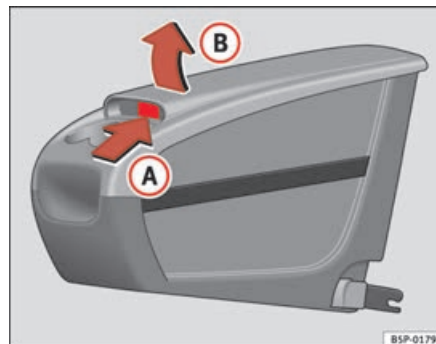

Fig. 114 Cassetto portaoggetti estraibile. Apertura
- Sollevare il coperchio **(B)** attraverso la zona **(A)** ⇒ pag. 146, fig. 114.